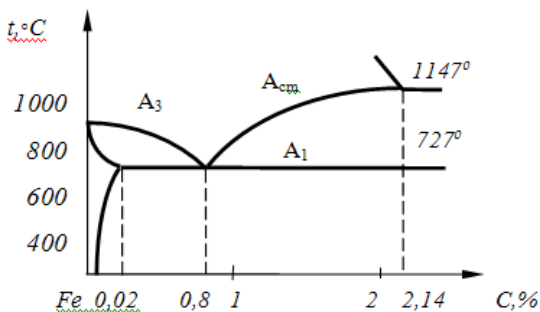

Рис. 3
58. Выберите оптимальную температуру закалки (по рис. 3) для стали 45:
59. Выберите оптимальную температуру закалки (по рис. 3) для стали У11:
60. Выберите оптимальную температуру закалки (по рис. 3) для стали У8:
64. Выберите оптимальную температуру нормализации (по рис. 3) для стали 50: